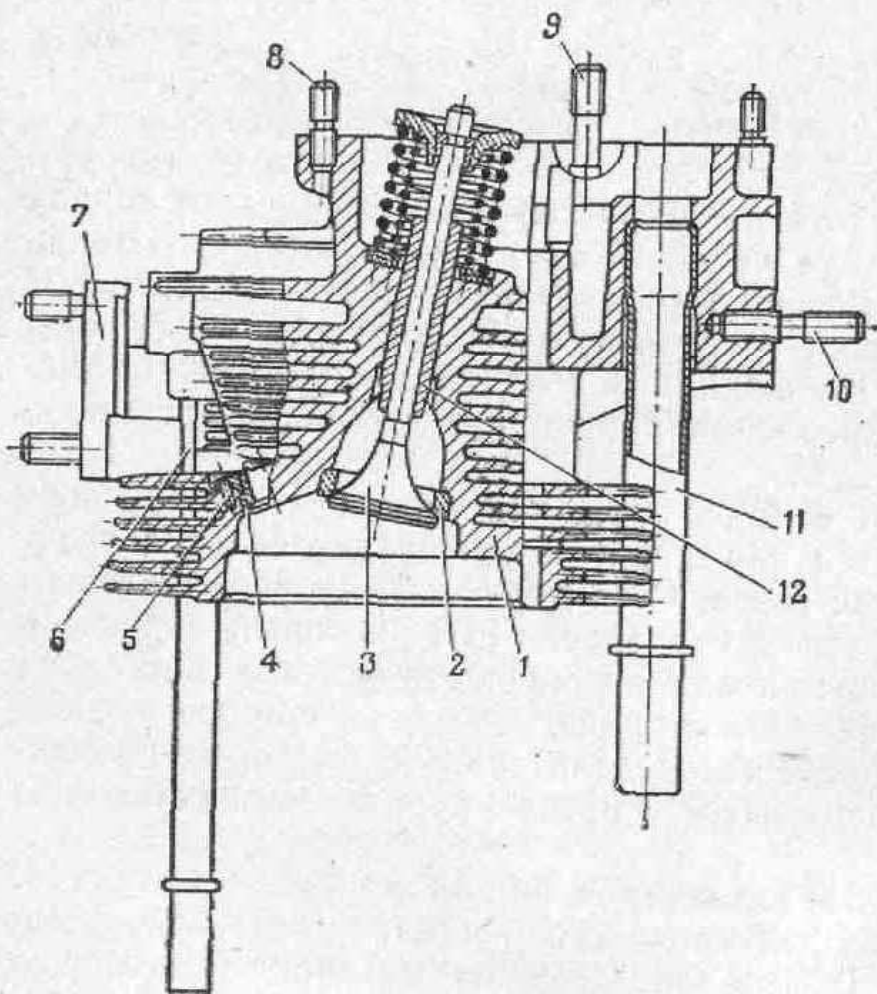

Рис. 30. Головка цилиндров с клапанами в сборе:
**Головка 1** (рис. 30) цилиндров общая на два цилиндра, взаимозаменяемая, из алюминиевого сплава, имеет развитые ребра охлаждения. В нее запрессованы металлокерамические втулки 12 и седла 2 клапанов, выполненные из специального
Кожухи 11 (рис. 30) штанг и сливная трубка 6 — стальные трубки, запрессованные в головку цилиндров. Уплотнение кожухов штанг на картере двигателя выполнено резиновыми уплотнителями 3 (рис. 24), которые поджимаются пружинами 1 через шайбы 2. Сливная трубка также уплотнена резиновой прокладкой. При установке головки следите за тем, чтобы не было перекоса трубки.